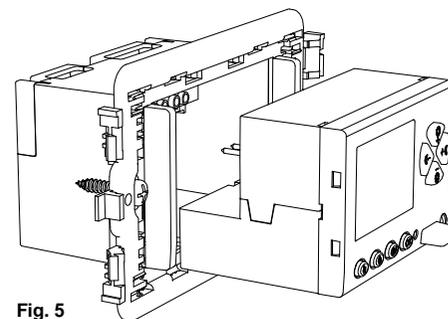

Fig. 5
5. Insertar el cuerpo del cronotermostato al fondo, Fig. 5.